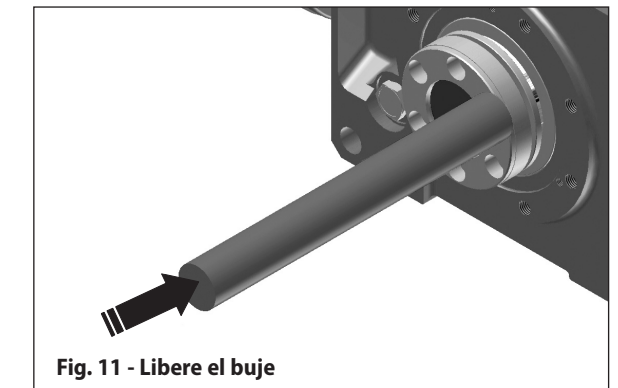

Fig. 11 - Libere el buje
Paso 6: Apoye una barra de cobre o metal contra la brida del buje Taper-Grip® y golpee cuidadosamente la punta de la barra con un martillo para liberar el buje (vea la Fig. 11).